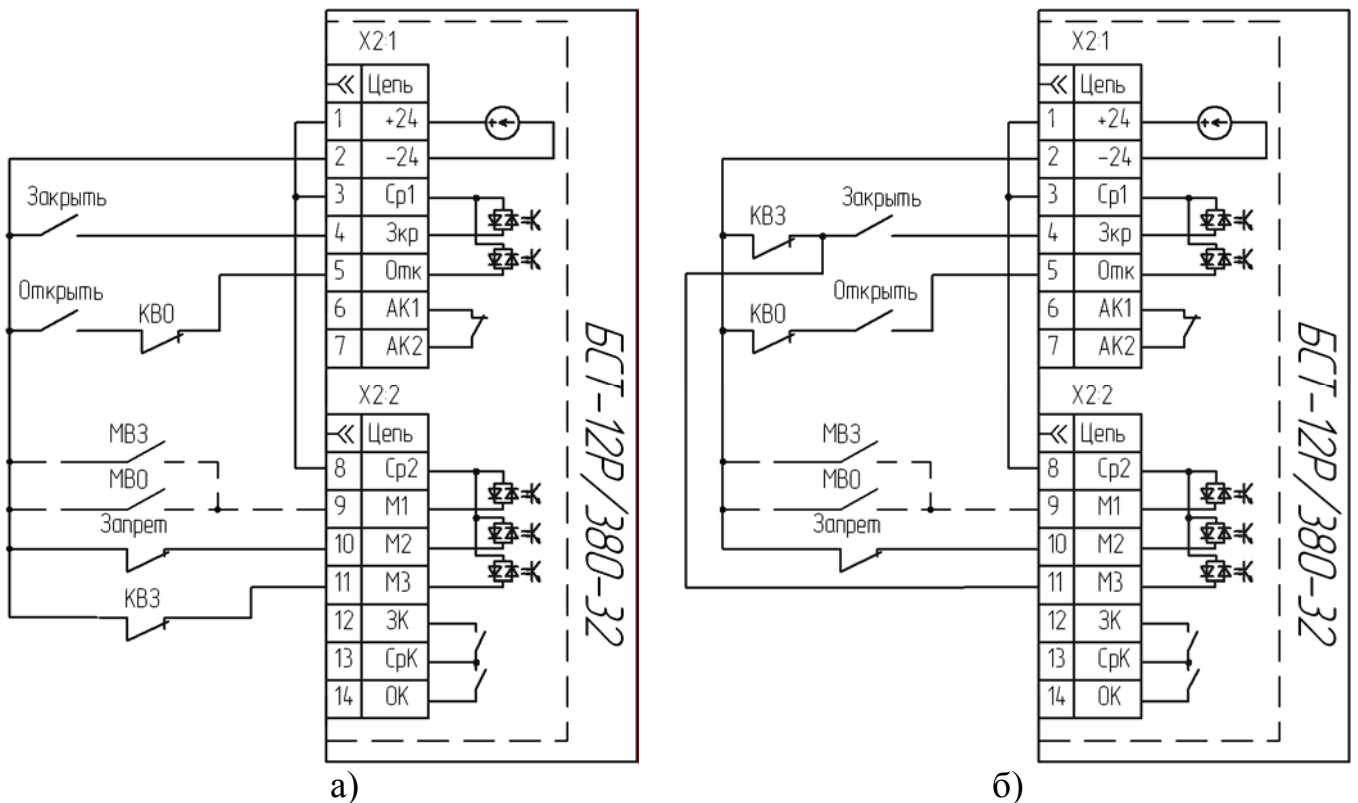

Рисунок 8 – Примеры схем подключения для варианта настройки входов 3
5. Режим дожима во время закрытия включается при снятии сигнала со входа «М3» при наличии сигнала на входе «Зкр» (см. рисунок 8, а), а также при одновременном снятии сигналов с входов «Зкр» и «М3» (см. рисунок 8, б). Переход в состояние «Закрыто» после превышения тока больше уставки *Idжм* или по сигналу МВЗ (см. 2.4).